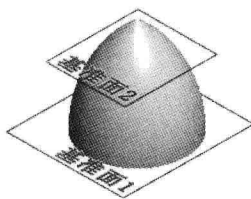

图 2.5 基准面 2
Step4. 创建图 2.5 所示的基准面 2。选择下拉菜单 **插入(I)** → **参考几何体(G)** →